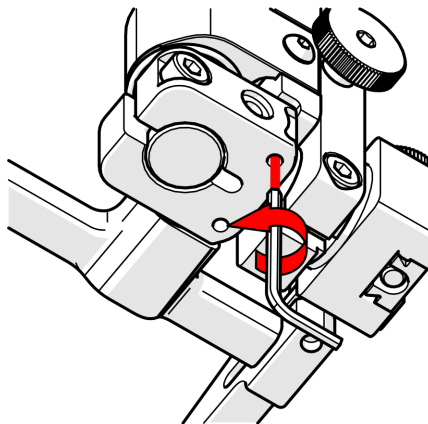

Abbildung 2-92 Unterer 90°-Anschlag
- Suchen Sie die M3-Senkschraube an der Unterseite des Prüfkopfhalters. Schrauben Sie den Anschlag mit einem 1,5-mm-Sechskantschlüssel heraus, bis alle Hindernisse passiert werden können. Entfernen Sie den Anschlag nicht (siehe Abbildung 2-92 auf Seite 109).